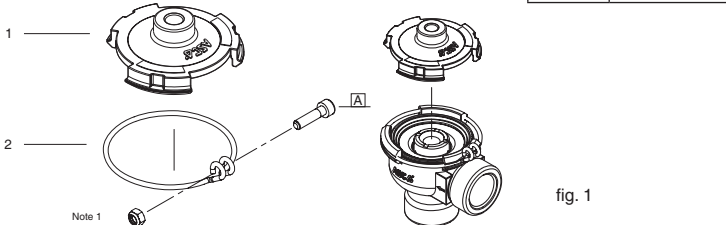
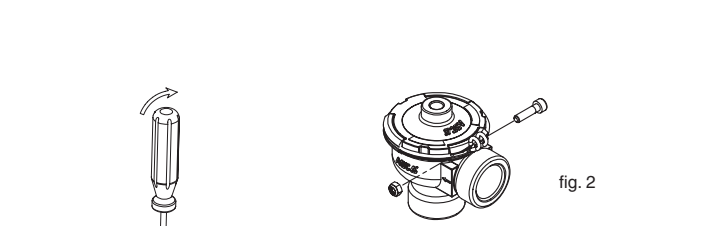

fig. 1
fig. 2
3. Replacer le couvercle (voir figure 1) en le pressant fermement contre le piston/la membrane. Utiliser des petites tenailles pour presser les extrémités de la bague de fixation ensemble (selon la figure 2 + 3).
**Conformément à la directive CEE 89/392/CEE Annexe II B, une Déclaration d'incorporation peut être fournie sur demande. Veuillez nous indiquer le numéro d'accusé de réception (AR) et les références ou codes des produits concernés.**